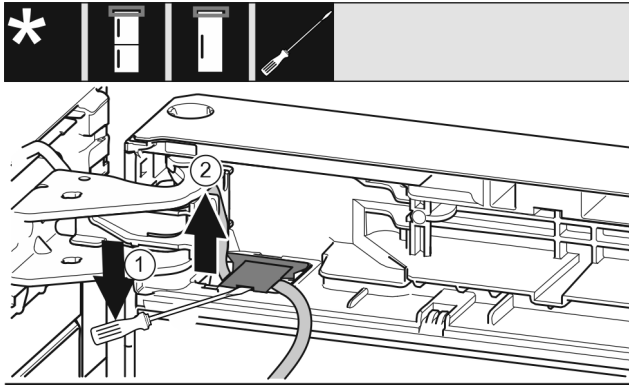

Fig. 21
- Paceliet ar plakano skrūvgriezi pārsegu un izvelciet. Fig. 21 (1)
- Izvelciet kabeli. Fig. 21 (2)